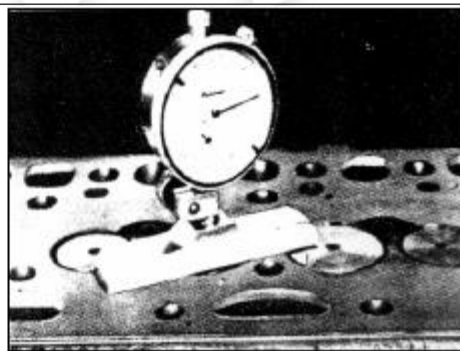

РИС. 77
4) Проверьте высоту седла клапана по отношению к плоскости головки блока цилиндра. Замените вставки седла клапана, если они изношены сильнее допустимого (рис. 77).